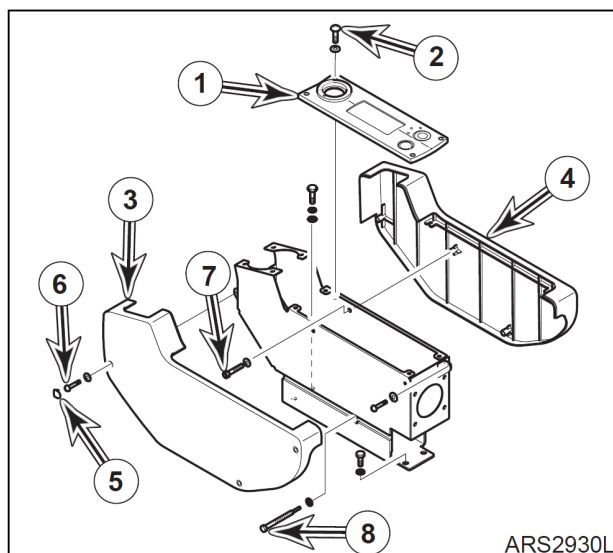

Рис. 6
16. Отвинтить четыре болта с шайбами (2, рис. 6), снять крышку (2).
17. Вытащить крышку (5, рис. 6) и отвинтить винт, три болта с шайбами (6) и снять крышку (3).
18. Снять два винта, два болта с шайбами (7 и 8, рис. 6) и крышку (4).